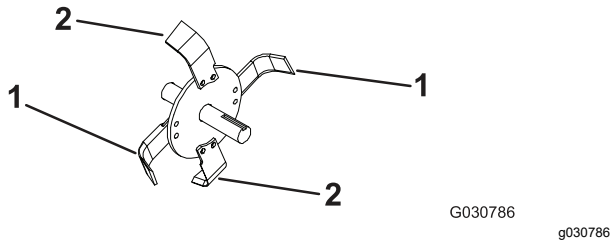

Bild 7
3. Setzen Sie die Tines so ein, dass auf jeder Nabe zwei linke und zwei rechte Tines sitzen (**Bild 7**).